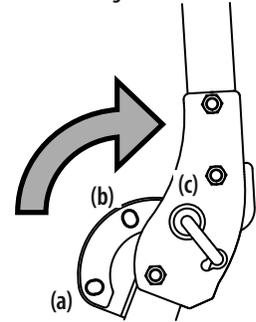

Figura 5
3. Mueva el ROPS a la posición deseada. Consulte la Figura 5.